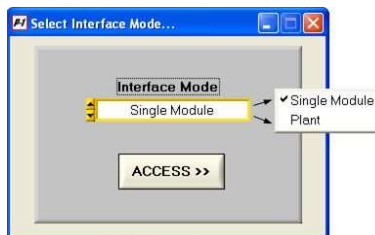
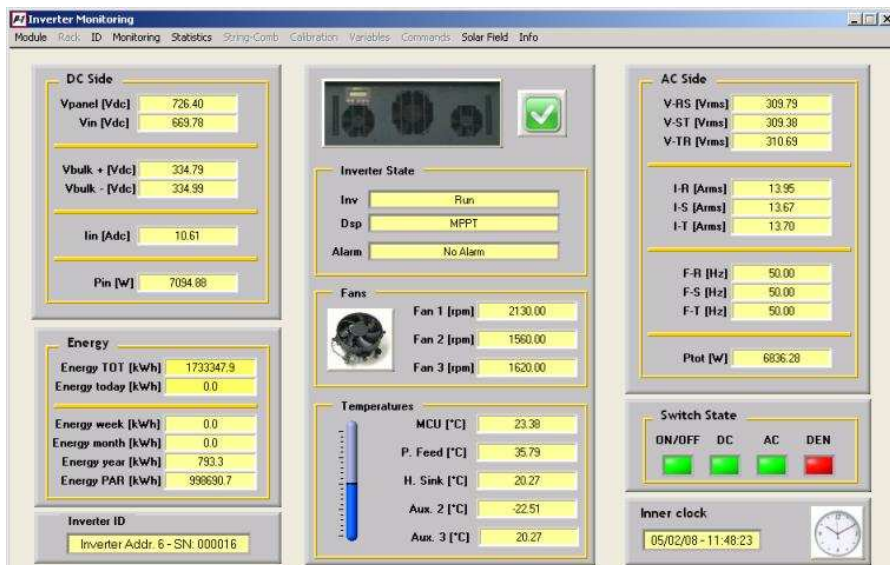

Figura 15-2: Scelta del tipo di interfaccia
Figura 15-10: Inverter Monitoring
- ➡ Cliccando due volte sull'immagine del singolo modulo si accede al menu di gestione di quest'ultimo (Figura 15-10).
Al menu di gestione del singolo modulo (Figura 15-10) si può accedere come indicato sopra o, altrimenti, avendo scelto "single module" in Figura 15-2 e premendo il tasto [ENTER>>] dalla finestra *Single Module Panel*.